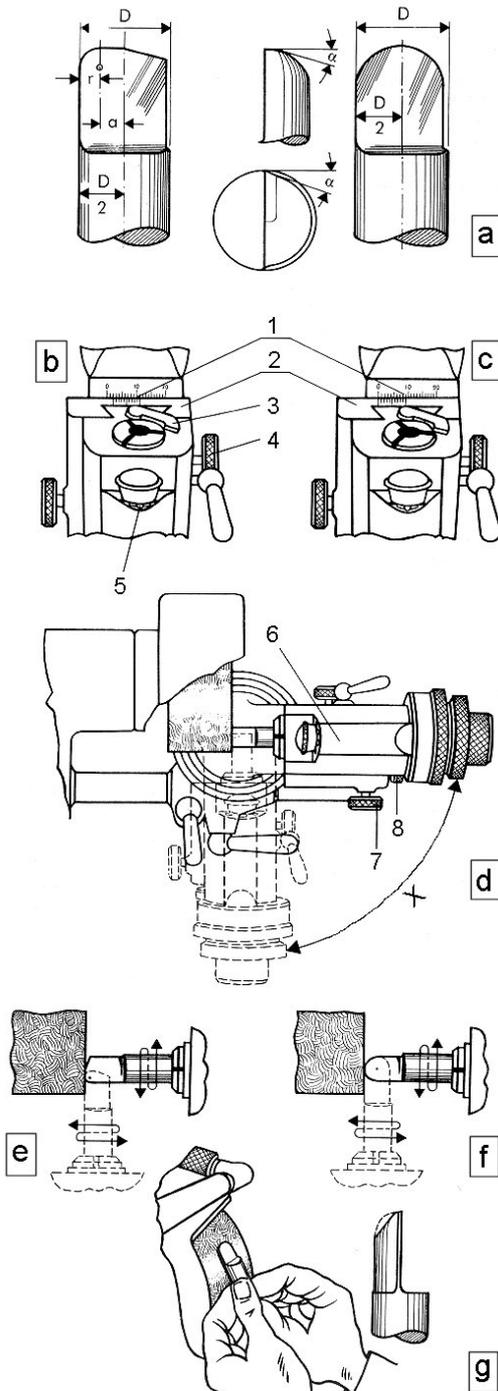
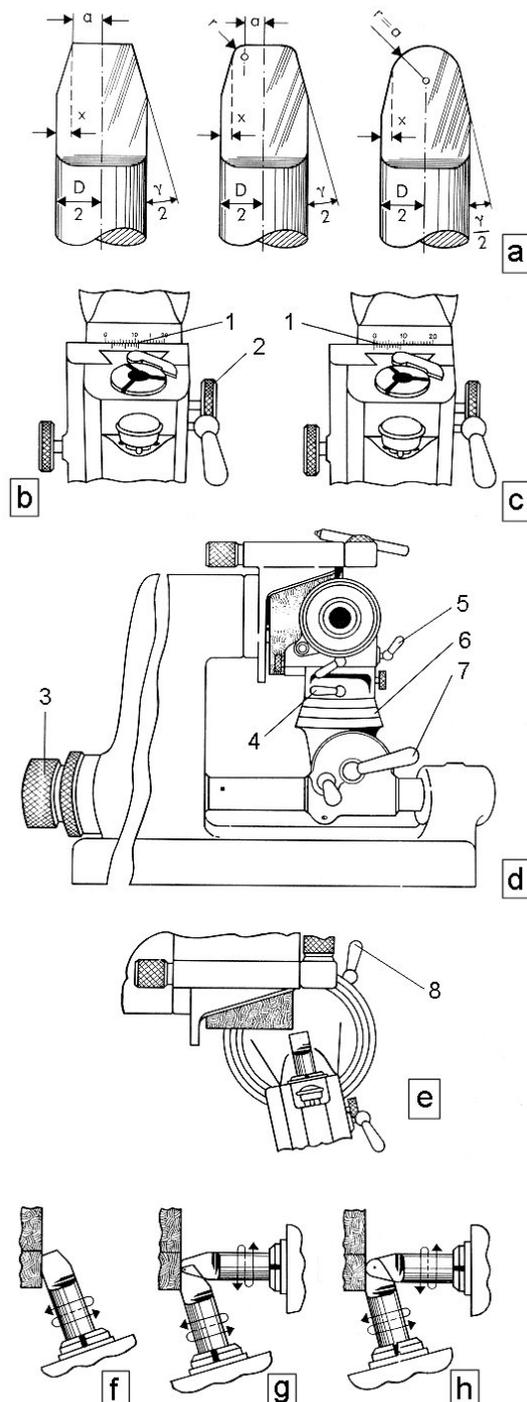
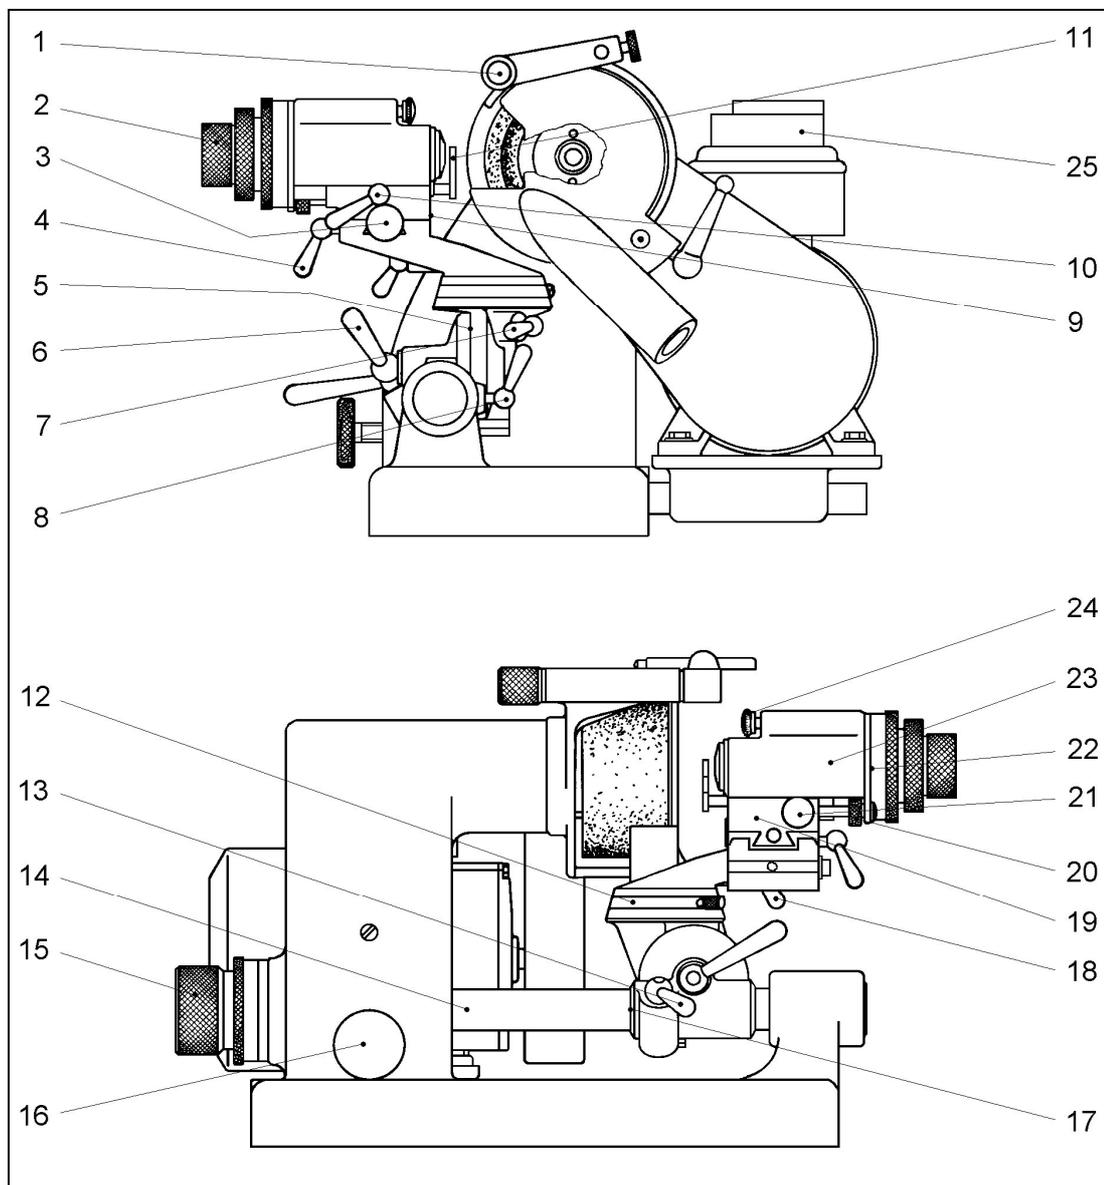

Bild 7-8: Hinterschleifen der Stirnschneide der abgerundeten Form
Bild 7-10: Rundschleifen der Seiten- und Stirnschneide
Bild 4-1: Bedienungselemente
Die Profilformen mit versetztem und mittigem Radius entstehen aus der zylindrisch abgeflachten Form durch das Verrunden der Ecke (Bild 7-8 Abb. a). Profilformen 2 und 3. Bei abgerundeten Profilformen zylindrischer Frässtichel ist der Schnittwinkel der Seitenschneide gleich dem der Stirnschneide. Der Schnittwinkel der Seitenschneide muß aus diesem Grund beim Anschleifen der Stirnschneide auf Teilung (Bild 4-1 Pos.5) eingestellt sein. Das erneute Einstellen des Schnittwinkels auf Teilung (Bild 4-1 Pos.5) und das Ausrichten des Frässtichels mittels Einstellfinger (Bild 7-8 Pos.3) entfällt, wenn das Schleifen der Stirnschneide unmittelbar im Anschluß an das Schleifen der Seitenschneide erfolgt.
1. Die Raste (Bild 7-8 Pos.5) muß in der linken Bohrung sitzen und der rote Punkt im Fenster (Bild 4-1 Pos.22) sichtbar sein.
2. **Für Profilform 2:** Knebel (Bild 4-1 Pos.4) lösen. Querschlitten am Maßstab und am Nonius (Bild 7-8 Pos.1) mit der Kordelschraube (Bild 7-8 Pos.4) auf den gewünschten Radius nach rechts einstellen und Knebel (Bild 4-1 Pos.4) wieder festziehen (Bild 7-8 Abb. b). Das Maß der Verstellung (a) ergibt sich aus  $\frac{D}{2} - r$ , da der zu schleifende Radius am Außendurchmesser des Frässtichels tangiert.
- 2a. **Für Profilform 3:** Der Nonius des Querschlittens (Bild 7-8 Pos.2) muß genau auf 0 stehen (Bild 7-8 Abb. c).
3. Die Feineinstellschraube (Bild 7-8 Pos.8) so verdrehen, bis die Seitenschneide des Frässtichels die Stirnschneide des Schleifkörpers berührt. Die beim Hinterschliff erzeugte Fase der Seitenschneide darf dabei nicht verletzt werden. Nun darf auch die Feineinstellschraube (Bild 7-8 Pos.8) nicht mehr verstellt werden.
4. Teilkopf in Richtung der Schleifkörperachse abschwenken. Durch Verschieben des Teilkopfschlittens (Bild 7-8 Pos.6) erfolgt die Zustellung des Frässtichels (Bild 7-8 Abb. d). Die Feinzustellung beim Schleifen erfolgt mit der Feineinstellschraube (Bild 7-8 Pos.8) des Teilkopfschlittens bei festgezogener Druckschraube (Bild 7-8 Pos.7). Das Anschleifen der Rundung geschieht durch langsames Schwenken des Teilkopfträgers um  $90^\circ$  und unter ständigem Drehen des Zangenlagers zwischen den Anschlägen um  $180^\circ$  (Bild 7-8 Abb. e-f). Mit der Feineinstellschraube (Bild 7-8 Pos.8) ist der Teilkopf vor dem Schleifen etwas zurückzuziehen, damit der Frässtichel durch eine zu große Spanabnahme nicht überhitzt wird. Jeweils nach erfolgtem Schleifvorgang ist mit der Feineinstellschraube (Bild 7-8 Pos.8) der Frässtichel zum Schleifkörper zuzustellen.
Soll der Frässtichel der Profilform 3 zum Fräsen von hartem Stahl, welcher einen kleinen Schnittwinkel notwendig macht, benötigt werden, so ist es zweckmäßig, die Rundung des Schneidrückens von Hand am Schleifkörper abzuflachen (Bild 7-8 Abb. g).
1. Raste (Bild 7-9 Pos.1) in die mittlere Bohrung setzen, dabei muß der rote Punkt im Fenster (Bild 4-1 Pos.22) sichtbar sein.
2. Frässtichel mit dem Einstellfinger (Bild 4-1 Pos.11) ausrichten, spannen und den Einstellfinger (Bild 4-1 Pos.11) wieder zurückschieben.
4. Beide Knebel (Bild 4-1 Pos.7 und Bild 7-9 Pos.5) lösen. Teilungsring (Bild 7-9 Pos.6) am Knopf gegen den Anschlag halten und den Schwenkarm von der 0-Stellung aus auf den halben Winkel des gewünschten Profils einstellen (Bild 7-9 Abb. b).
(Bild 7-9 Pos.6), also auf  $30^\circ$  einstellen. Beide Knebel (Bild 4-1 Pos.7 und Bild 7-9 Pos.5) wieder festziehen.
5. Knebel (Bild 7-9 Pos.9) lösen und Schnittwinkel mit der Teilung (Bild 4-1 Pos.5) einstellen. Knebel (Bild 7-9 Pos.9) wieder festklemmen.
Beim Schleifen wird der Teilkopfträger durch langsames Herausdrehen der Anschlagsschraube (Bild 4-1 Pos.16) bewegt. Durch ständiges Drehen zwischen den Anschlägen um  $180^\circ$  wird dieser zwangsläufig an der Stirnseite des Schleifkörpers vorbeigeführt. Dadurch wird eine gleichmäßige Spanabnahme erzielt (Bild 7-9 Abb. d, e, f), gleichzeitig aber eine Überhitzung des Frässtichels vermieden.
1. Raste (Bild 4-1 Pos.24) in die mittlere Bohrung setzen, dabei muß der rote Punkt im Fenster (Bild 4-1 Pos.22) sichtbar sein.
3. Raste (Bild 4-1 Pos.24) in die rechte Bohrung setzen. Das Zangenlager ist nun um 360° drehbar. Knebel (Bild 7-10 Pos.7, 8 und 4) lösen. Teilungen (Bild 4-1 Pos.5 und Bild 7-10 Pos.6) auf 0 stellen. Darauf die Knebel (Bild 4-10 Pos.8 und Bild 7-10 Pos. 7, 8 und 4) wieder festziehen (Abb. d).
4. Nach dem Lösen des Knebels (Bild 4-1 Pos.13) den Frässtichel-Außendurchmesser ungefähr an die Stirnseite des Schleifkörpers heranzuführen. Knebel (Bild 4-1 Pos.13) klemmen, jedoch darauf achten, daß sich der Markierungspunkt des Senkrechtschwenklagers auf ungefähr gleicher Höhe wie der Markierungspunkt der Rohrleitung befindet. Knebel (Bild 4-1 Pos.8) lösen (Abb.4).
5. **Für Profilform 5** (Abb. a und b): Knebel (Bild 4-1 Pos.4) lösen. Querschlitten am Maßstab und am Nonius (Bild 7-10 Pos. 1) mit der Kordelschraube (Bild 7-10 Pos.2) um die Hälfte des gewünschten kleinen Kegeldurchmessers (a) nach rechts verstellen und Knebel (Bild 4-1 Pos.4) wieder festziehen.
- 5a. **Für Profilform 6** (Abb. a und b): Knebel (Bild 4-1 Pos.4) lösen. Querschlitten am Maßstab und am Nonius (Bild 7-10 Pos. 1) mit der Kordelschraube (Bild 7-10 Pos.2) um den gewünschten Abstand (a) nach rechts verstellen und den Knebel (Bild 4-1 Pos.4) wieder festziehen.
- 5b. **Für Profilform 7** (Abb. a und c): Der Nonius des Querschlittens muß genau auf 0 stehen (Bild 7-10 Pos. 1).
6. **Für Profilform 5 und 7:** Mittels der Feineinstellschraube (Bild 7-10 Pos.3) den Frässtichel-Außendurchmesser mit dem Schleifkörper leicht in Berührung bringen. Den Frässtichel mit der Feineinstellschraube (Bild 7-10 Pos.3) um die Differenz  $x = D \div 2 - a$  nach links verschieben. Zur leichteren Maßbestimmung ist dabei der auf der Feineinstellschraube (Bild 7-10 Pos.3) drehbar angebrachte Skalenring auf 0 zu stellen, ohne die Feineinstellschraube (Bild 7-10 Pos.3) zu verstellen.
- 6a. **Für Profilform 6:** Mittels Feineinstellschraube (Bild 7-10 Pos.3) den Frässtichel-Außendurchmesser mit dem Schleifkörper leicht in Berührung bringen. Hierauf den Frässtichel mit der Feineinstellschraube (Bild 7-10 Pos.3) um die Differenz  $x = D \div 2 - (a+r)$  nach links verschieben. Zur leichteren Maßbestimmung ist der auf der Feineinstellschraube (Bild 7-10 Pos.3) drehbar angebrachte Skalenring auf 0 zu stellen, ohne die Feineinstellschraube (Bild 7-10 Pos.3) zu verstellen (Abb. d).
7. Nach Lösen des Knebels (Bild 7-10 Pos.8) den Schwenkarm um  $90^\circ$  schwenken. Knebel (Bild 7-10 Pos.5) lösen. Die Zustellung der Frässtichelstirnseite zum Schleifkörper erfolgt durch die Teilkopfschlittenfeinverstellung (Bild 7-10 Pos.2). Bei kegelligen Frässticheln, die nachgeschliffen werden, ist die Stirnfläche größer anzuschleifen als der gewünschte kleine Kegeldurchmesser werden soll.
8. Knebel (Bild 7-10 Pos.4) lösen. Teilungsring (Bild 7-10 Pos.6) am Knopf gegen den Anschlag halten und den Schwenkarm von der 0-Stellung aus auf den gewünschten Profilwinkel einstellen. Knebel (Bild 7-10 Pos.8 und 4) wieder festziehen (Abb. e).
9. **Für Profilform 5:** Beim Schleifen wird der Frässtichel durch langsames Herausdrehen der Anschlagschraube (Bild 4-1 Pos.16) unter ständigem Drehen des Zangenlagers um  $360^\circ$  zwangsläufig an der Stirnseite des Schleifkörpers vorbeigeführt. Mit der Feineinstellschraube (Bild 7-10 Pos.3) ist der Frässtichel vor dem Rundschleifen nach rechts zu verschieben und stufenweise auf das Fertigmaß zurückzustellen (Abb. f).
- 9a. **Für Profilform 6 und 7:** Knebel (Bild 7-10 Pos.8) lösen. Beim Schleifen wird der Frässtichel durch langsames Herausdrehen der Anschlagschraube (Bild 4-1 Pos. 16) und anschließendem langsamen Abschwenken des Schwenkarms unter ständigem Drehen des Zangenlagers um  $360^\circ$  zwangsläufig an der Stirnseite des Schleifkörpers vorbeigeführt und dadurch Kegel und Radius rundgeschliffen. Mit der Feineinstellschraube (Bild 7-10 Pos.3) ist der Frässtichel vor dem Rundschleifen nach rechts zu verschieben und stufenweise auf das Fertigmaß zurückzustellen (Abb. g und h).
Das Hinterschleifen der Seiten- und Stirnschneide kann in unmittelbarem Anschluß an das Rundschleifen der Profilform vorgenommen werden oder kann unabhängig davon erfolgen, wenn es lediglich auf den Profilwinkel ankommt und nicht auf den kleinen Kegeldurchmesser. Im letzteren Fall wird dann nur die Stirnseite nachgeschliffen, wobei der neu einzuspannende Frässtichel mit dem Einstellfinger (Bild 4-1 Pos.11) auszurichten und festzuziehen ist (Abb.a). Die Schnittwinkel für Stirn- und Seitenschneide sind aus der Tabelle bei Kapitel 7.2.2 zu entnehmen.
1. Raste (Bild 4-1 Pos.24) in die linke Bohrung setzen, dabei muß der rote Punkt im Fenster (Bild 4-1 Pos. 22) sichtbar sein.
2. Knebel (Bild 7-11 Pos.4) lösen und den Hinterschliffwinkel für die Seitenschneide mit der Teilung (Bild 4-1 Pos.5) einstellen. Knebel (Bild 7-11 Pos.4) wieder festziehen (Abb. b).
2. Knebel (Bild 7-11 Pos.4) lösen und den Schwenkarm auf der Teilung (Bild 4-1 Pos.5) auf etwa 3° abschwanken. Knebel (Bild 7-11 Pos.4) wieder festziehen (Abb. c).
3. Die Knebel (Bild 4-1 Pos.7 und Bild 7-11 Pos.2) lösen. Den Teilungsring (Bild 7-11 Pos.3) am Knopf gegen den Anschlag halten und den Schwenkarm von der 90°-Stellung aus auf den gewünschten Schnittwinkel, z.B. 10° auf 80° einstellen. Die Knebel (Bild 4-1 Pos.7 und Bild 7-11 Pos.2) wieder festziehen (Abb. d).